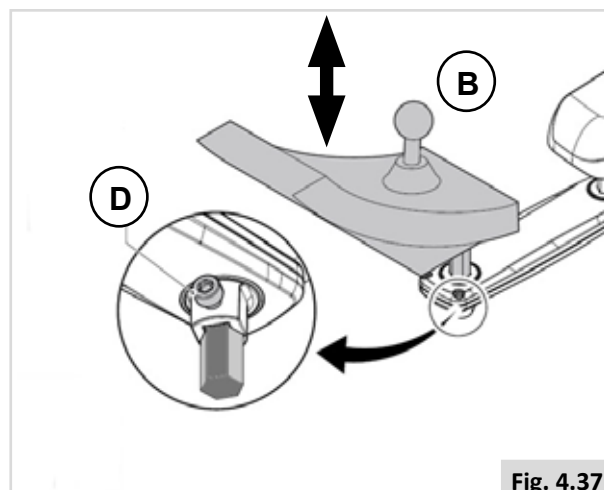

Fig. 4.37
Vooraf instellen van de hoogte van de bediening (2) (Fig. 4.37)
1. Maak de losser (D).
2. Schuif (B) in de gewenste positie.
3. Vastdraaien (D).